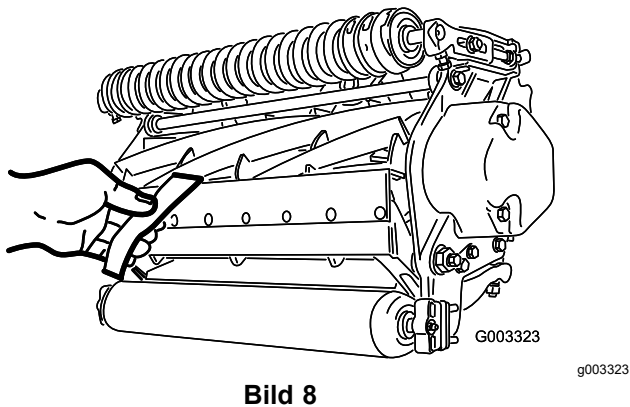

Bild 8
- B. Legen Sie einen langen Streifen des Schnittleistungspapiers (Toro-Bestellnummer 125-5610) senkrecht zum Untermesser zwischen die Spindel und das Untermesser (Bild 8) und drehen die Spindel **langsam** nach vorn; dadurch sollte das Papier zerschnitten werden. Ist dies nicht der Fall, wiederholen Sie die Schritte A und B, bis es klappt.
13. Führen Sie einen langen Streifen des Schneidleistungspapiers (Toro Teilenummer 125-5610) senkrecht zum Untermesser (Bild 8) zwischen die Spindel und das Untermesser ein, drehen Sie die Spindel dann **langsam** nach vorne. Sie sollte das Papier zerschneiden. Drehen Sie sonst jede Einstellschraube des Untermessers um einen Klick nach rechts und wiederholen Sie diesen Schritt, bis das Papier zerschnitten wird.